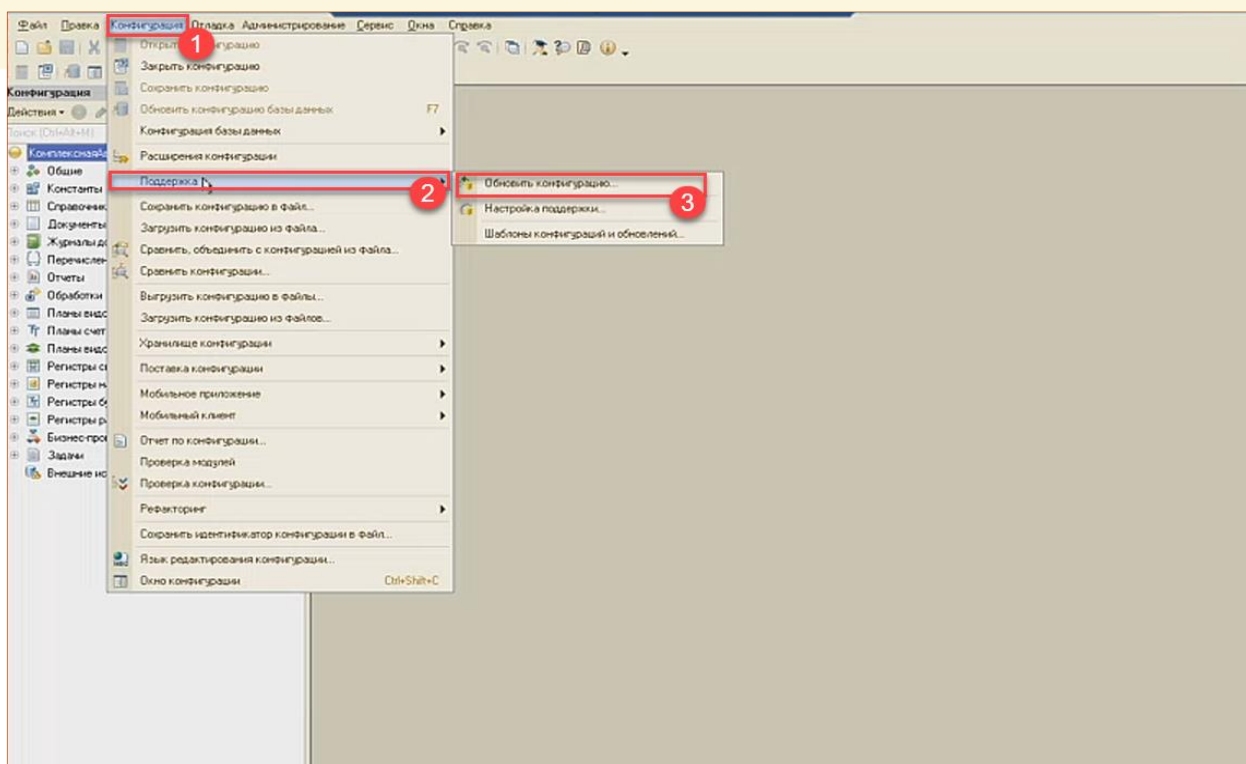

Рис. 11.27 - Обновление конфигурации
- 1) Для того, чтобы выполнить обновление конфигурации, необходимо нажать Конфигурация/Поддержка/Обновить конфигурацию (Рис. 11.27);
Затем, установить признак таким образом, как показано на рисунке и нажать «Далее» (Рис. 11.27);